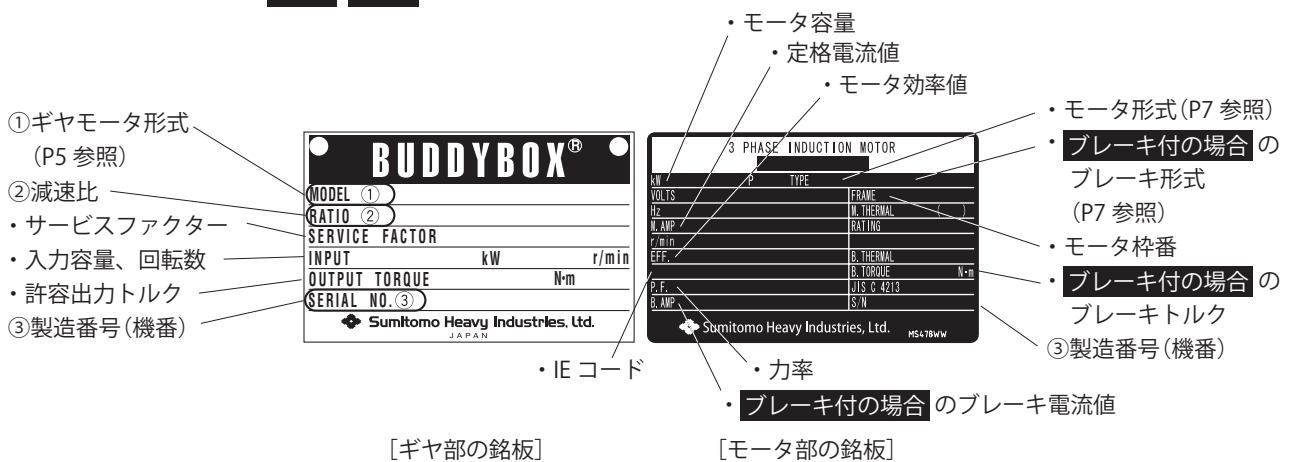

図 1-1 ギヤモータの銘板
(3) トルクリミッタ付の場合  (モータ部の銘板は、図 1-1 と同一です。)